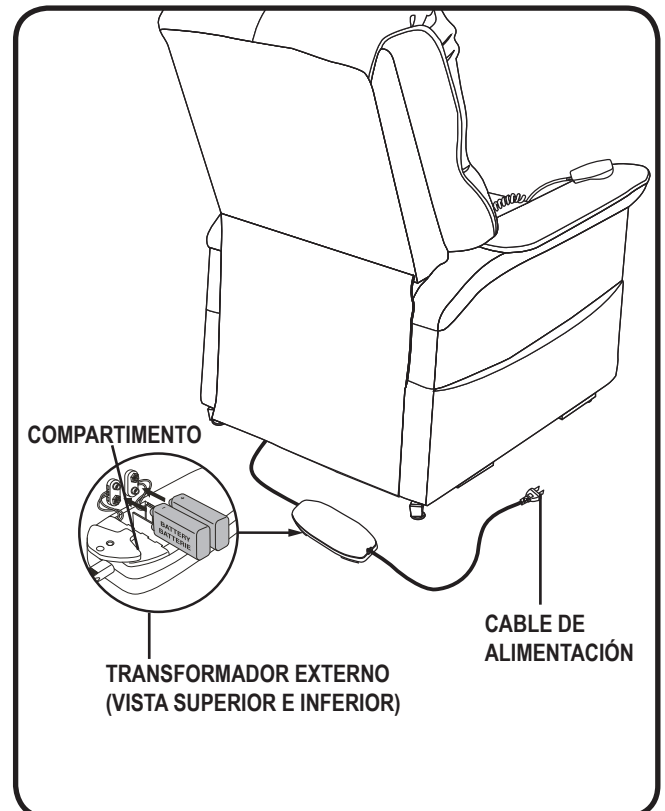

Figura 4.3 Ubicación del sistema de reserva de seguridad
3. Introduzca dos pilas 9V en el transformador externo. **Vea la figura 4.3.**